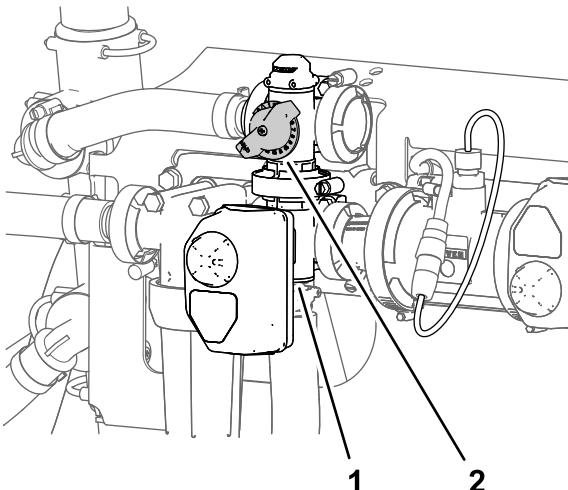

Figura 28
11. Ajuste la válvula de desvío de agitación (Figura 28), situada en la parte trasera de la válvula de agitación, hasta que la presión del sistema de fumigación indicada en el manómetro sea de 6,89 bar.